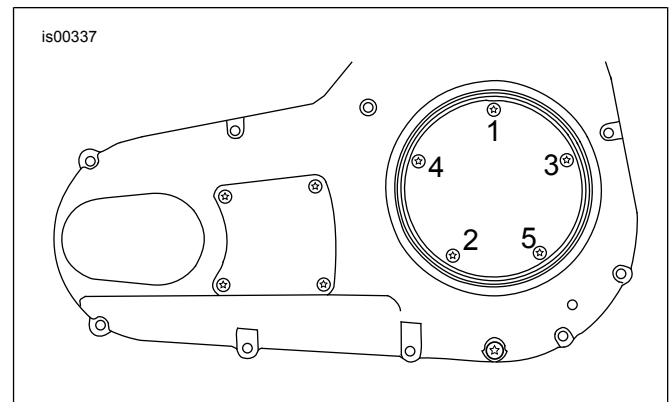

Abbildung 1. Anzugsreihenfolge Kupplungsinspektionsdeckel
6. Eine Unterlegscheibe auf das Gewinde einer der Schrauben aufstecken. Einige Tropfen Loctite 243 auf das Schraubengewinde geben. Die Schraube in das obere Loch (Position 1 in Abbildung 1) im Kupplungsinspektionsdeckel einführen und behutsam durch das dreieckige Loch in der Dichtung einbauen. Die Schraube nicht gewaltsam durch das Loch zwingen!
8. Die Schrauben auf ein Drehmoment von 10–12 N·m (84–108 **in-lbs**) in der gezeigten Reihenfolge Abbildung 1 anziehen.